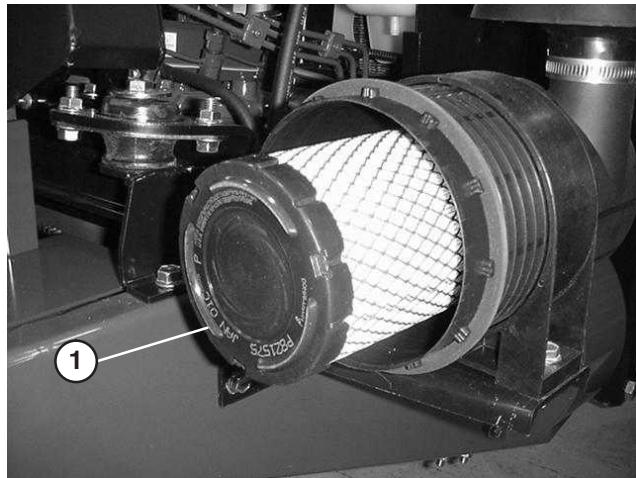

**Bild 44**
1. Ziehen Sie den Verschluss nach außen und drehen Sie die Luftfilterabdeckung nach links (Bild 44).
4. Reinigen Sie den Schmutzauslassanschluss, der sich in der abnehmbaren Abdeckung befindet (Bild 44). Nehmen Sie das Gummiauslassventil von der Abdeckung ab, reinigen Sie den Bereich und setzen Sie das Auslassventil wieder ein.